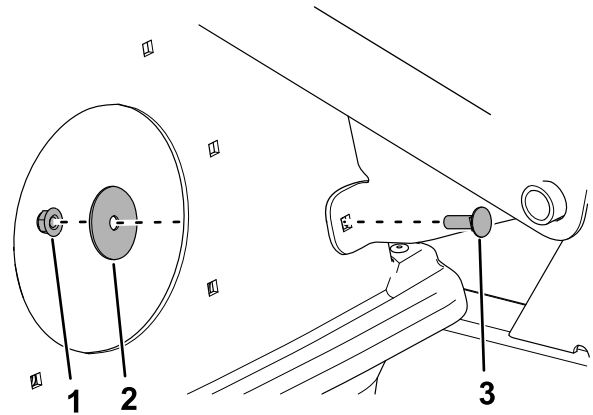

Figure 5
1. Retirez le boulon, la rondelle et l'écrou du support de pivot (Figure 5).
7. Installez les fixations du support de pivot de la Figure 5.